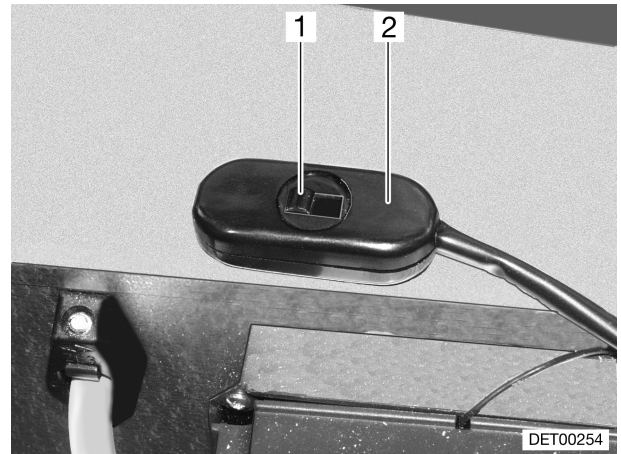

Bild 104 Schalter Drehzahlreduzierung
Mit dem Schiebeschalter (Bild 104,2) kann die Drehzahl der Umwälzpumpe reduziert werden. Dadurch werden auch die Laufgeräusche der Pumpe verringert.
- Den Schieber (Bild 104,1) nach rechts schieben. Die Leistung ist verringert.